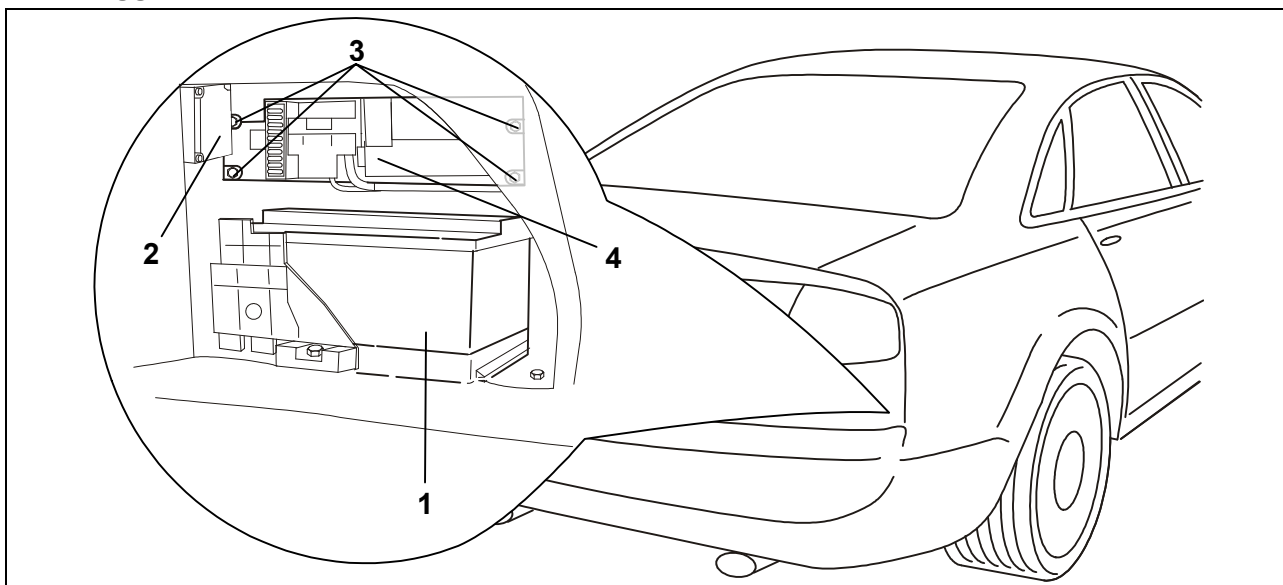

Fig. 1: batteria e porta-apparecchi
3. Sbloccare e staccare i fissaggi ed i collegamenti della batteria (Fig. 1/1). Togliere la batteria.
4. Togliere le due viti di fissaggio dal manager batteria (BEM) (Fig. 1/2). Tirare in avanti il manager batteria.
5. Togliere le quattro viti di fissaggio (Fig. 1/3) dal porta-apparecchi (Fig. 1/4) e tirare con cautela in avanti.